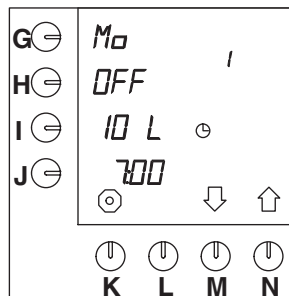

Fig. 14 Forprogrammeret standardindstilling
- Dernæst vises den næste forprogrammerede standardindstilling i displayet (fig.14).
- Dernæst vises den næste tidsindstilling i displayet (fig. 14).